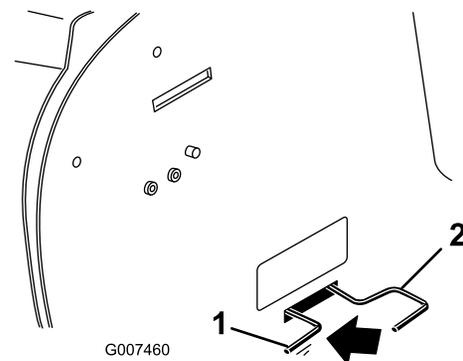

Figure 12
5. Insérez la tige de commande de transmission et poussez-la vers la gauche pour la bloquer en position (modèle 70186 uniquement) (Figure 12).